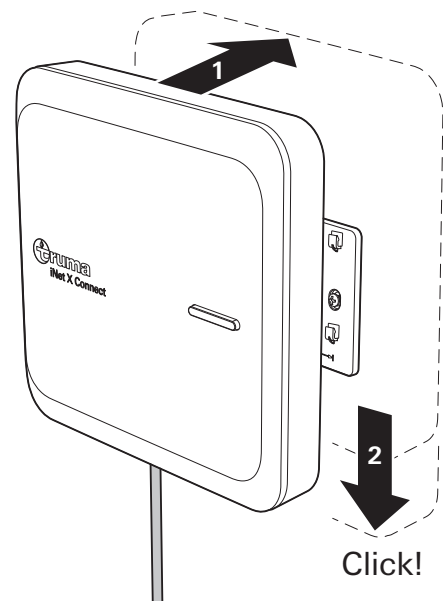

Fig. 19
- ❗ Alternativt kan du vælge at dreje Connect 180°, inden du sætter den i monteringspladen, så tilslutningen til kabelstikket ikke er i bunden (Fig. 19), men i toppen.